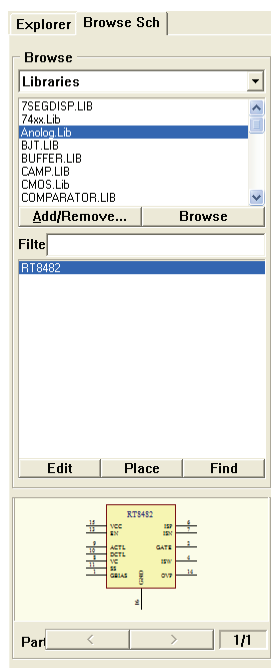
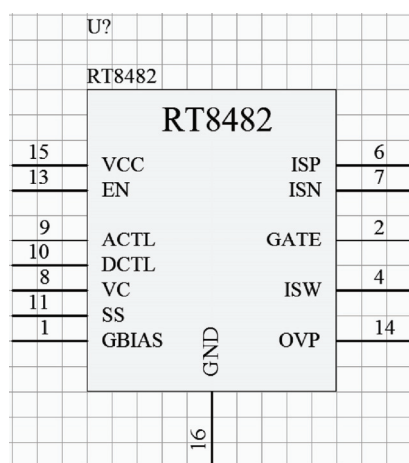

图 4-106 选择元件
图 4-107 放置元件
(8) 放置数字信号元件。打开“Browse Sch”选项卡，在当前元件库名称栏选择“Analog. Lib”，选择元件 RT8482，如图 4-106 所示。单击 **Place** 按钮，将该元件放置在原理图纸上，如图 4-107 所示。